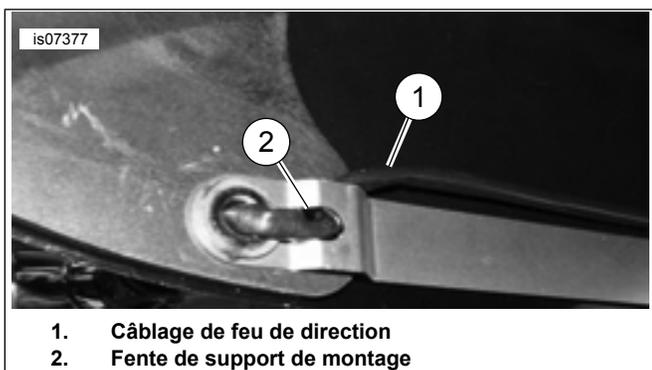
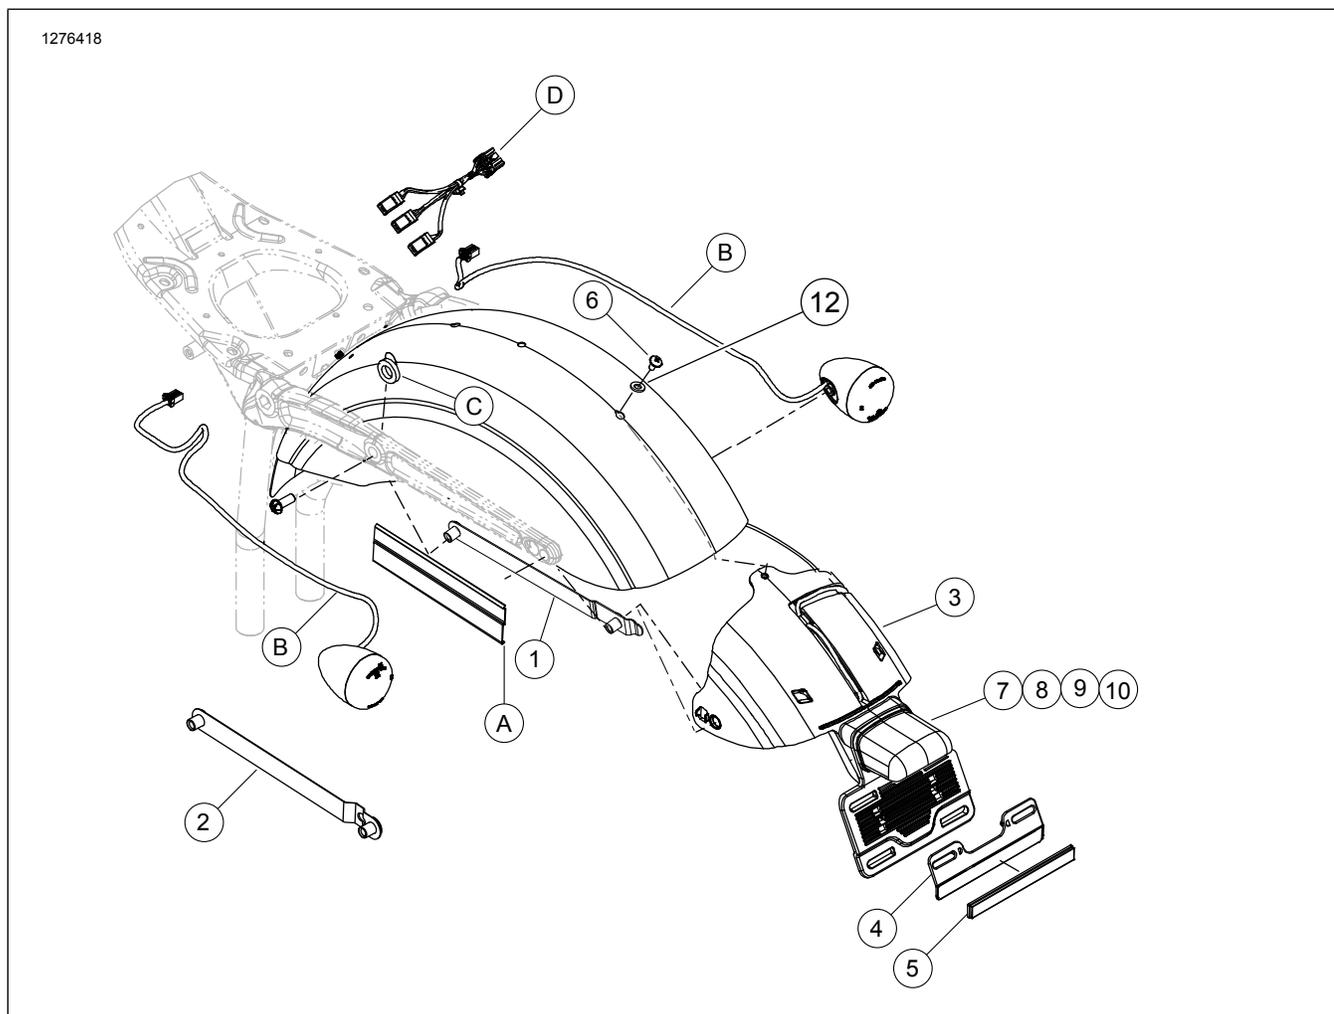

Figure 3. Acheminement des fils
Figure 4. Pièces de rechange : Kit de repositionnement de plaque d'immatriculation
Voir Figure 4 et Tableau 1.
12. Voir Figure 4. Prendre trois **nouveaux** fils, un noir (10), un violet (9) et un bleu (8), du kit.
13. Insérer l'outil entre le bord extérieur du joint en caoutchouc (4) et l'intérieur du boîtier. Écarter délicatement le réflecteur (5) jusqu'à ce qu'il se détache.
17. Introduire la borne du **nouveau** fil noir (10) dans la cavité à l'arrière du réflecteur (5) jusqu'à ce qu'elle se mette en place avec un déclic. Acheminer le fil bleu (12) et le fil violet (11) dans le centre du réflecteur (5) et le ressort (7) et introduire les bornes à bouton dans les fentes et les cavités correctes de la douille d'ampoule (6) du réflecteur.
20. Voir Figure 4. Prendre le tubage protecteur (12) du kit et le couper en deux morceaux de même longueur.
1. Voir Figure 4. Se référer aux fiches d'instructions pour les accessoires à installer avec ce kit (c'est-à-dire les sacoches, les montant ou les kits de repositionnement des feux de direction). Le kit de repositionnement de plaque d'immatriculation doit être installé avec ces accessoires.
3. Encliqueter les gaines de fils en plastique (A) conservées auparavant, sur les nouveaux supports de montage de garde-boue (2).
4. Placer le module de plaque d'immatriculation à montage central (3) en dessous du garde-boue et le fixer avec la vis (6).
5. S'il est posé avec une selle biplace, utiliser la rondelle en plastique (12) entre la languette de montage de la selle et le garde-boue.
6. Le support de montage de garde-boue est posé par-dessus le trou latéral dans le module de la plaque d'immatriculation (3) et fixé avec la visserie du kit de repositionnement des feux de direction, du montant ou de la sacoche. Répéter la procédure pour le côté opposé.
8. Retirer la pellicule recouvrant l'adhésif du réflecteur (5). Placer le réflecteur sur le support de réflecteur (4).
9. Encliqueter le support du réflecteur (4) sur le module de la plaque d'immatriculation.
10. Acheminer le fil de l'éclairage de plaque d'immatriculation par la gaine de fils (A) sur le support de montage droit du garde-boue. Connecter le connecteur de prise des fils de l'éclairage avec la prise mâle du faisceau connecteur (18) sur le véhicule.
11. Consulter la fiche d'instructions pour l'accessoire en cours d'installation pour les instructions d'acheminement des fils du feu de direction. Acheminer le câblage dans les gaines de fils. Lors de l'utilisation des supports de montage de garde-boue 57300020, le câblage du feu de direction doit passer dans la fente du support de montage avant de passer à travers les gaines de fils en plastique. Voir Figure 3. Connecter les prises femelles sur le câblage du feu de direction avec le connecteur mâle sur le faisceau d'éclairage arrière (F).